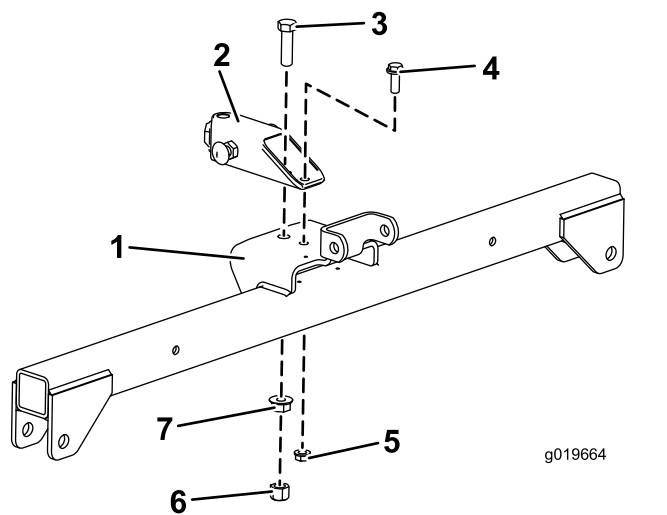

Figura 4
2. Montate, senza serrarlo, il timone sul foro anteriore nel gruppo supporto (Figura 4) con un bullone (1/2" x 1-3/4"), un dado a testa flangiata (1/2") e un dado flangiato (1/2").